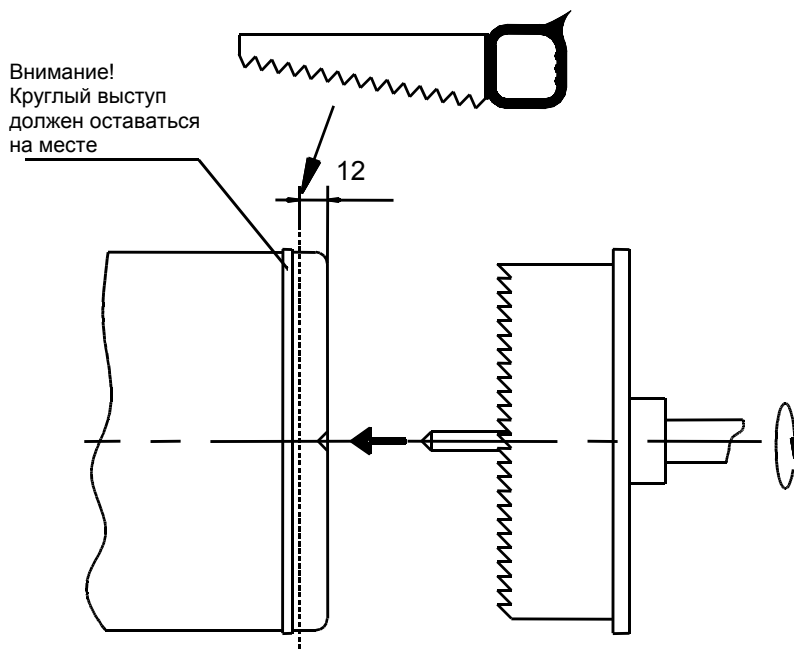

Рис. 5
- Штуцеры резервуара подготовить, как показано на рис. 5; основание штуцера обрезать ножовкой до нужного размера.